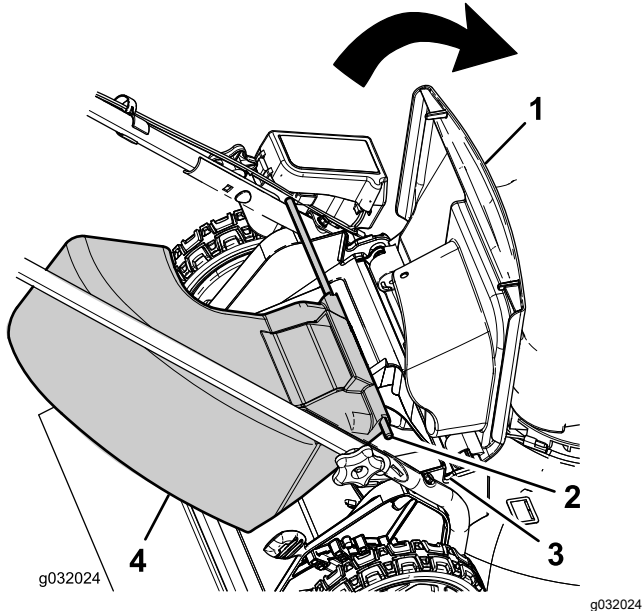

Figura 14
1. Tirate verso l'alto il deflettore posteriore (Figura 14).
2. Inserite le estremità dell'asta del condotto di scarico laterale nelle tacche sulle staffe della stegola (Figura 14).